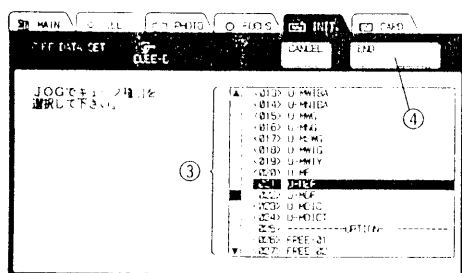

図 7
- 2) 設定するキューブ記号②を押すと、図7の画面となり指定されたキューブ記号のキューブが光路に挿入されます。
- 3) 光路に挿入されたキューブ名③をJOGダイヤルを回して選択します。